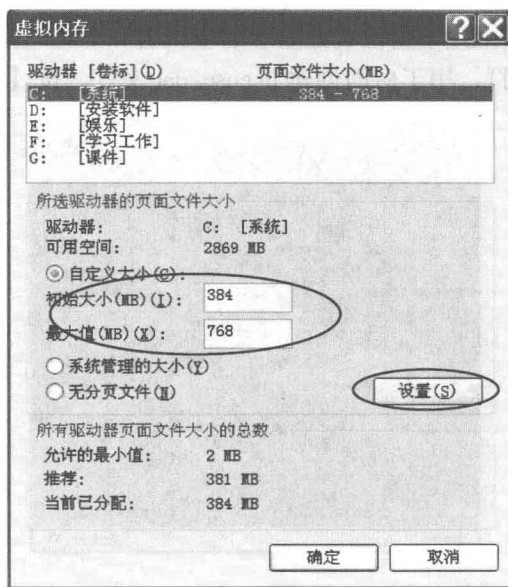

图 1-6 【虚拟内存】对话框
(7) 在该对话框中选择【虚拟内存】选项区中的【更改】按钮，打开【虚拟内存】对话框，设置虚拟内存的大小，如图 1-6 所示。设置完成后单击【确定】按钮关闭所有窗口。